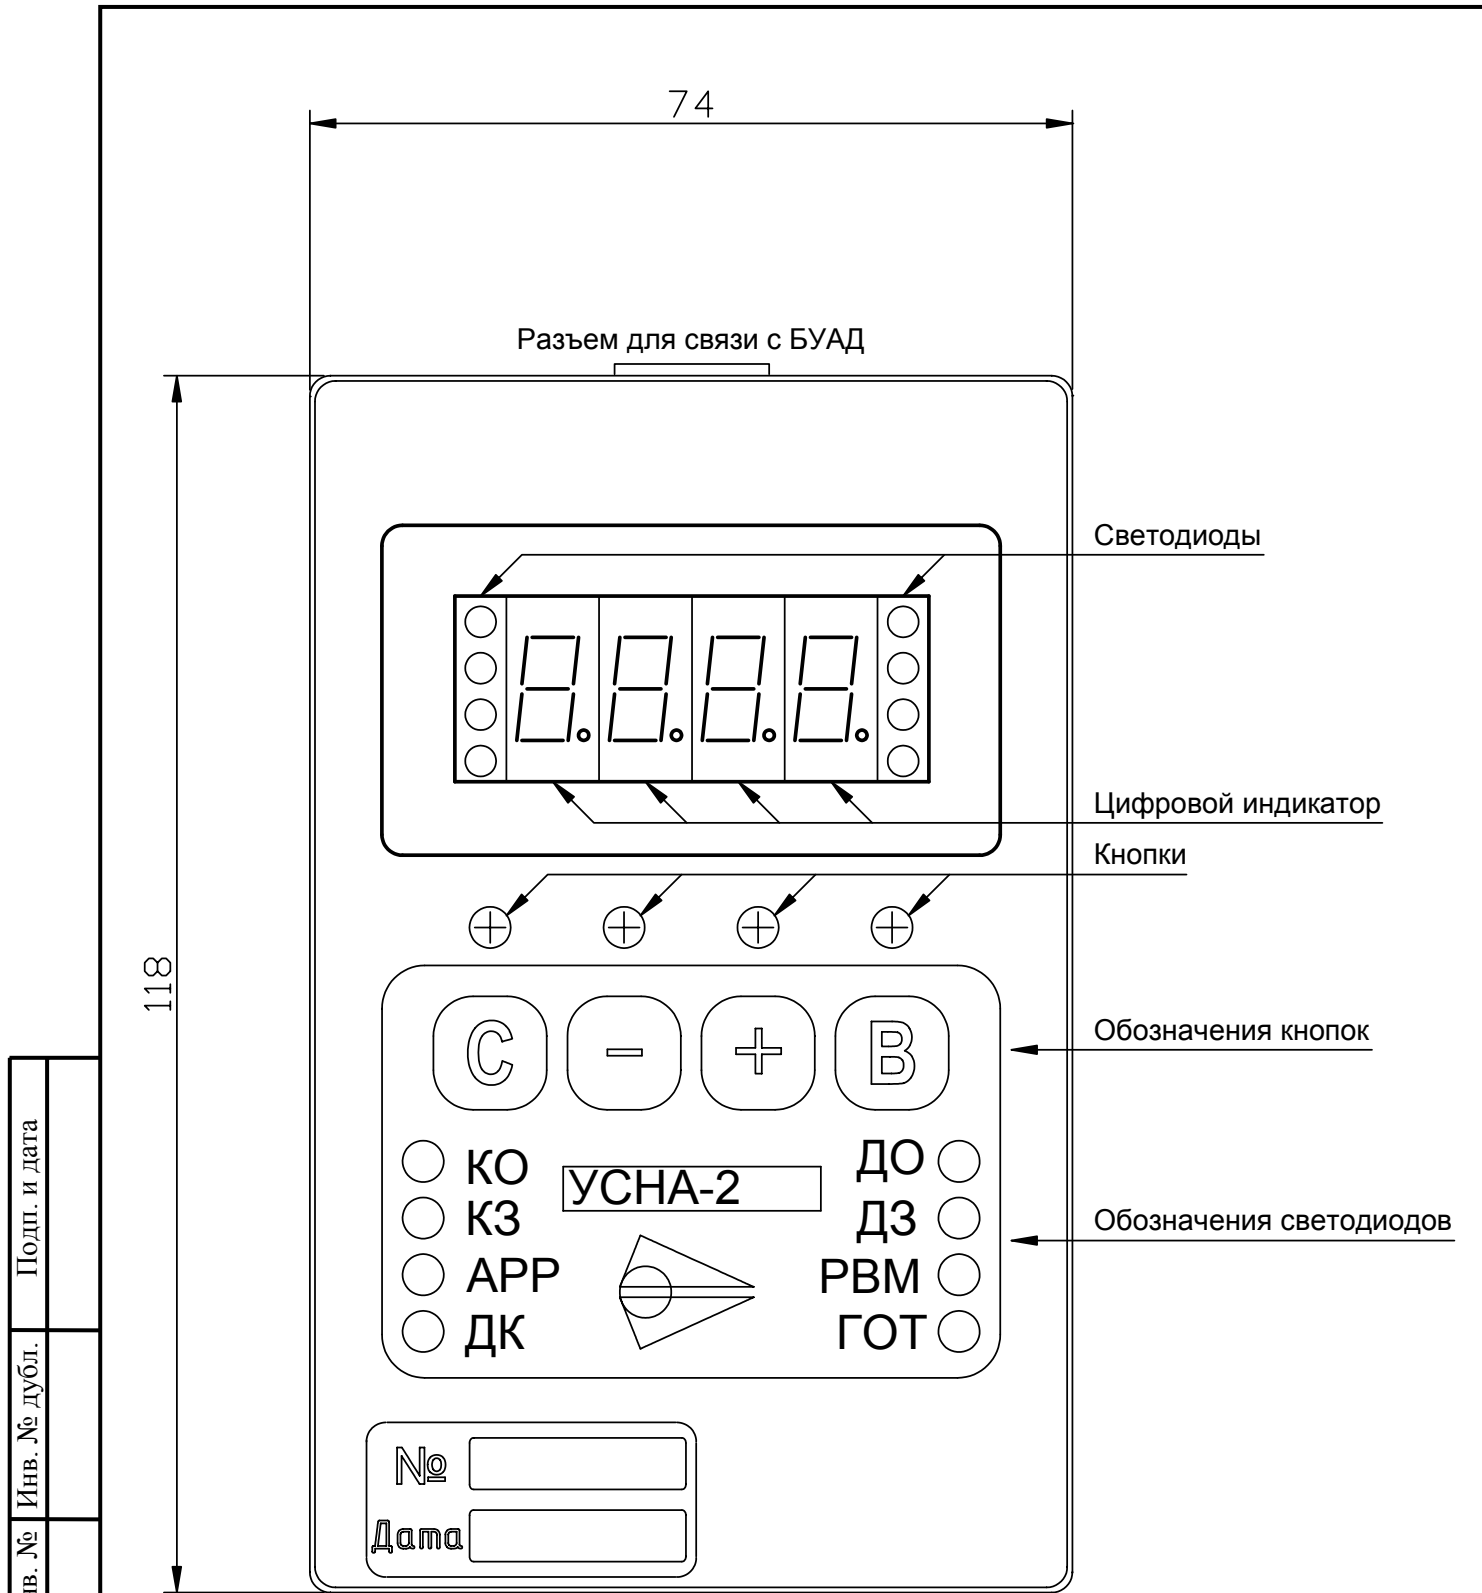

Рис.1. Внешний вид Устройства настройки УСНА, исполнение 1.
Устройство применяется для обмена информацией с БУАД посредством кабеля двустороннего последовательного обмена УСНА-БУАД, через который также осуществляется питание *Устройства*. Разъем для подключения кабеля к *Устройству* показан на **рис.1, 2**.
Устройство имеет два исполнения, отличающихся только корпусами (**рис.1, 2**).
Габаритные размеры *Устройства* приведены на **рис.1, 2**.
3.4.1. Панель управления *Устройства* (**рис.1, 2**) состоит из